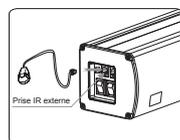

Figure 27
3. Utilisez le récepteur IR externe si la fenêtre IR est cachée (à cause de l'installation) ou obstruée (Figure 27).